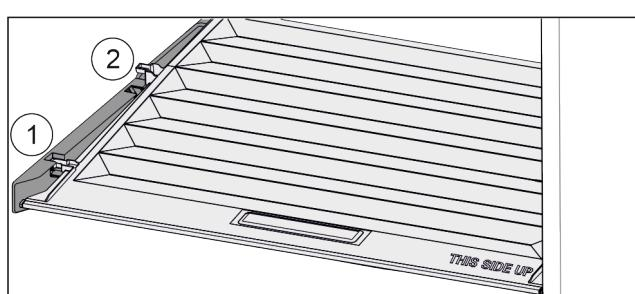

Fig. 67
- Издърпайте напред Fig. 67 (1) капака до отвора в задържащите части.
- Повдигнете го отзад отдолу и отстранете Fig. 67 (2) нагоре.